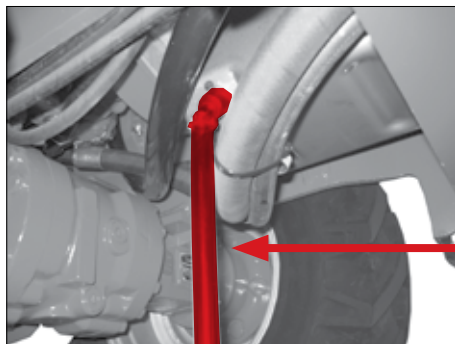

Fig. 71
6. Retirer le bouchon puis visser le tuyau fourni à cet effet pos. 1 (Fig. 71). L'huile s'écoule alors hors du moteur.
2. Dévisser le tuyau pos. 2 (Fig. 71) puis revisser le bouchon.